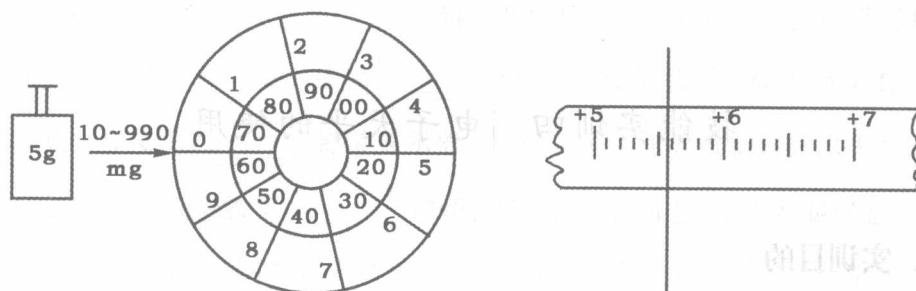

图 3-2
(1) 调节水平的速度 _____ (快、慢、一般、无法完成)。
(2) 调节零点的速度 _____ (快、慢、一般、无法完成)。
(3) 一同学的粗称结果为 15.60g, 在分析天平上正确使用粗称的方法是 _____。
(4) 在试重时, _____ (半开、全开) 天平, 是为了快速判别 _____。
(5) 读数时, 天平一定要 _____ (全开、半开)。
(6) 若天平示数如图 3-2 所示, 读数为 _____。